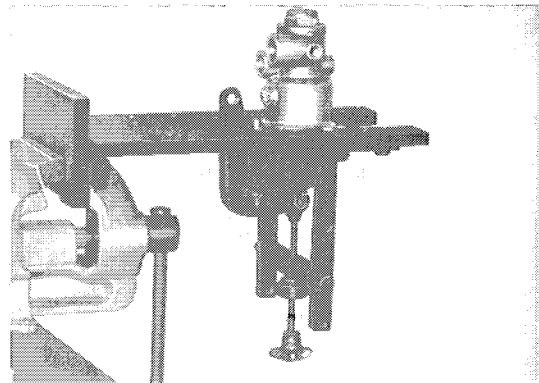

Abb. 3
c) Bremsventil mit der Spannplatte in der im Schraubstock des Prüfstandes eingespannten Spannvorrichtung befestigen. (Abb. 3)